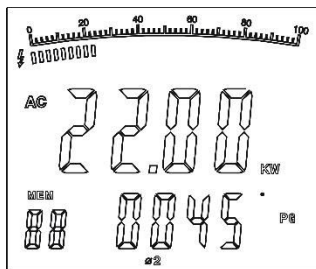

Рис. 9
2. После завершения измерения мощности 1-й фазы нажать **SEL**, чтобы выбрать $\phi 2$. На двухуровневом экране отображается значение активной мощности кВт и угла фазы PG второй фазы **2**, как показано на рис. 9